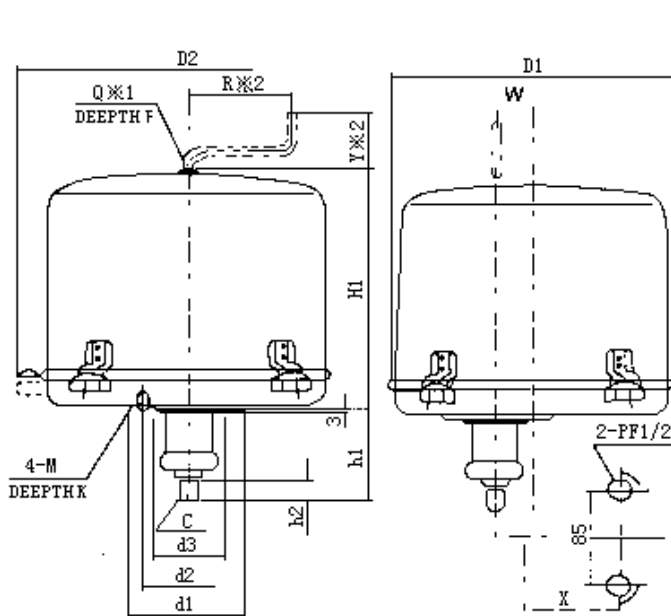
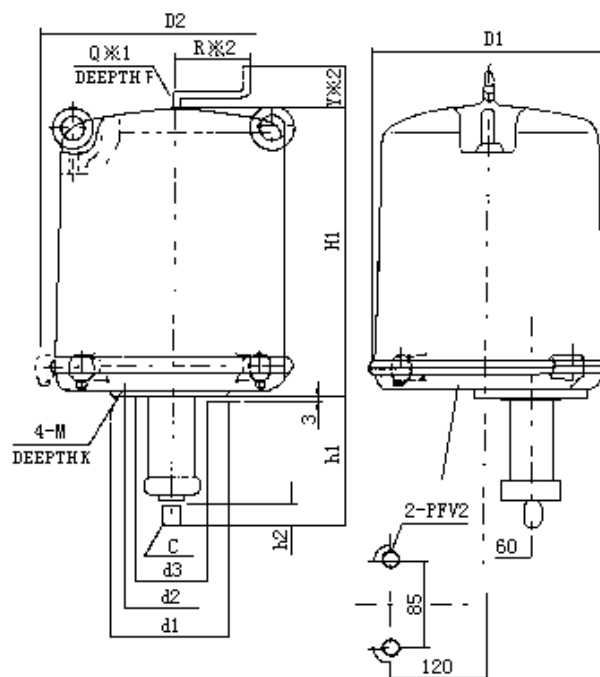

图 14 3810L SA、3810L SB 型
图 15 3810L SC-99 型
14.1 3810L SA、3810L SB、3810L XA、3810L XB 、3810L SC型（见图14、图15）